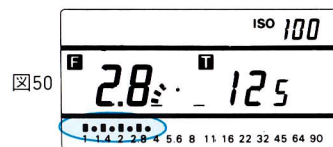

図50
メモリーのリセットはメモリーオフ(M.OFF)キー⑲を押すとリセットされます。(図50)